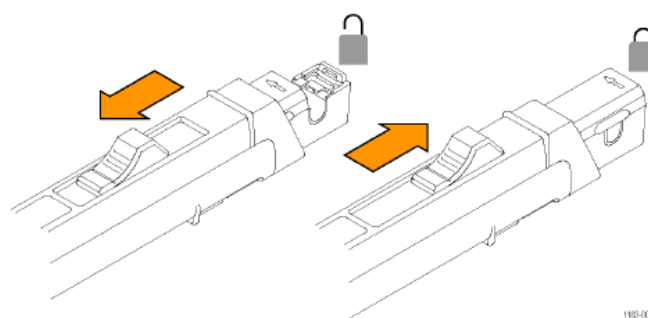
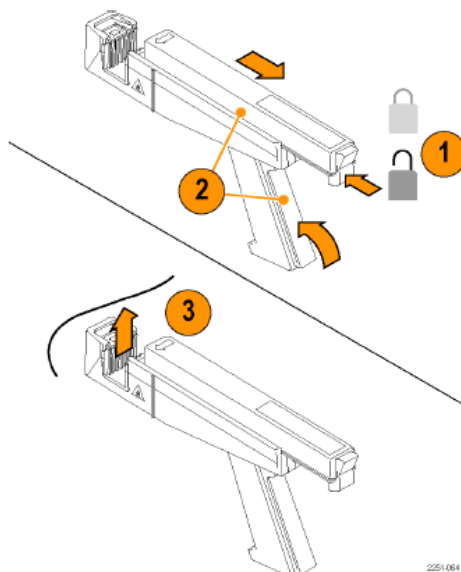

Рисунок 6: Управление подвижным элементом в моделях TSP312A и TSP305A
Рисунок 7: Разблокирование и открытие пробников ТСП303 и ТСП404XL
Каждый токовый пробник оснащен механизмом, позволяющим открывать и закрывать клещи пробника. Клещи позволяют зафиксировать исследуемый провод в пробнике. Для выполнения точного измерения или размагничивания пробника подвижный элемент должен находиться в закрытом (заблокированном) состоянии. Если клещи пробника открыты, на усилителе загорается индикатор PROBE OPEN. Токовые пробники можно использовать для измерения тока в неизолированных проводах. Тем не менее, во время подключения или отключения токового пробника напряжение в цепи должно быть снято. Функционирование подвижного элемента в токовых пробниках TSP305A и TSP312A показано на рисунке ниже (см. рис. 6). Чтобы открыть клещи пробника, переместите подвижный элемент вперед до установки фиксатора на место.
3. Переведите подвижный элемент в заблокированное состояние (см. рис. 6 и рис. 7)